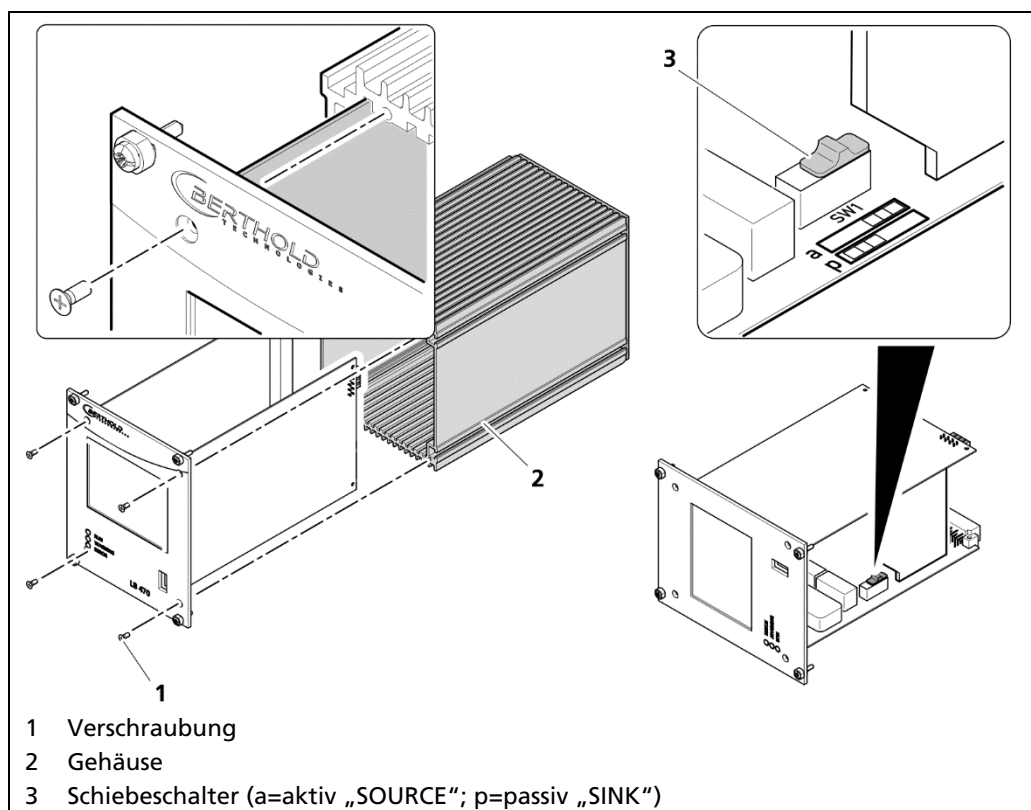

Abb. 13 Umschaltung des Stromausgangs
3. Öffnen Sie die Klemmenschraube (Abb. 13, Pos. 1) und führen Sie die abisolierte Ader (min. 8 mm) ein.
5. Stecken Sie den Netzwerkstecker in die RJ45 Buchse (Abb. 13, Pos. 3) (optional).
6. Überprüfen Sie den korrekten Anschluss der PE-Leitung (Abb. 13, Pos. 4).